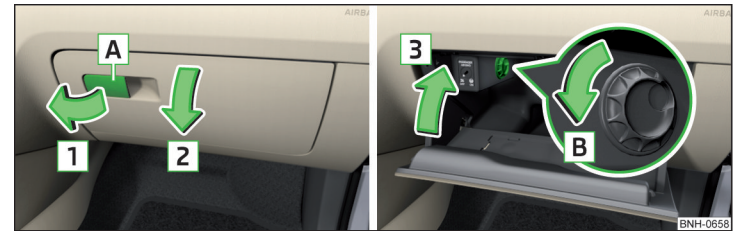

Abb. 92 Ablagefach öffnen / Ablagefach schließen und Luftzufuhr öffnen
- Zum **Öffnen** den Griff **A** in Pfeilrichtung **1** ziehen und den Deckel in Pfeilrichtung **2** klappen » Abb. 92.
- Zum **Öffnen** den Drehregler in Pfeilrichtung **B** bis zum Anschlag drehen » Abb. 92.